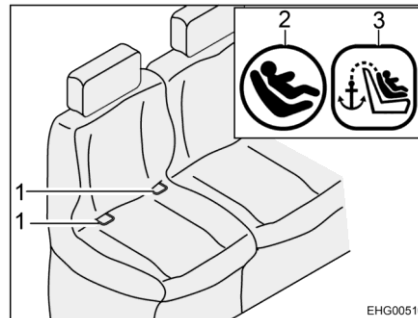
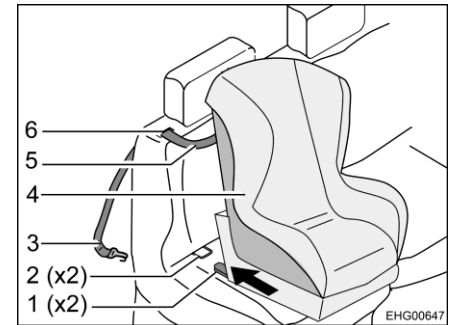

Fig. 10 Siège avec Isofix
Fig. 11 Fixation avec Top-Tether
- Faire passer la sangle Top-Tether (Fig. 11,5) à travers la fente (Fig. 11,6) dans le coussin du dossier (à côté de l'appuie-tête).
- Accrocher le crochet de fixation (Fig. 11,3) au point d'ancrage en face arrière du siège.
- Encliqueter les bras d'encliquetage (Fig. 11,1) dans les étriers de fixation (Fig. 10,1 et Fig. 11,2). Un cliquetis clair doit être entendu.
- Vérifiez à l'aide d'une forte secousse si le siège pour enfant (Fig. 11,4) est bien installé.